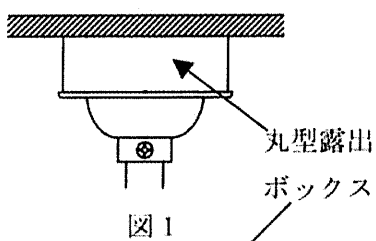

図1
- * この器具は、必ず適合丸型露出ボックス（別途）と組合わせてご使用ください。（図1）